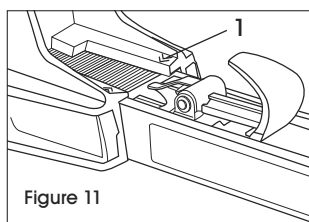

Figure 11
**REMARQUE :** Il y a une flèche pour le rechargement (1) sur les deux côtés du magasin. (Voir Figure 11) S'il reste peu d'agrafes dans le magasin, il faut le recharger. Le type d'agrafe adéquat est indiqué sur le côté gauche du magasin. Utilisez la bonne longueur d'agrafes pour l'application.